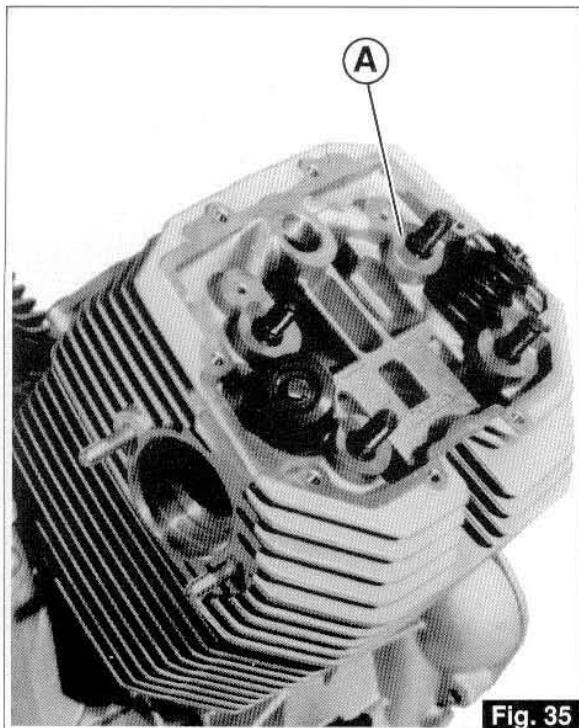

Fig. 35
- En écartant légèrement la culasse du cylindre, enlevez les 4 O-rings «A» et sortez la culasse (Fig. 35).
- *Indem man den Zylinderkopf leicht vom Zylinder entfernt, die 4 OR-Ringe «A» abnehmen, dann den Zylinderkopf abziehen (Abb.35).*